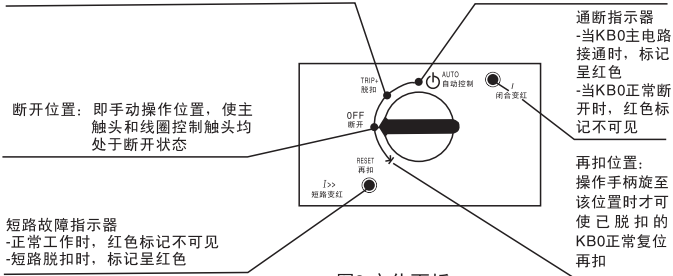

图3 主体面板
5.2 主体面板指示：自动控制位置、断开位置、再扣位置、短路故障指示器、通断指示器见图3。